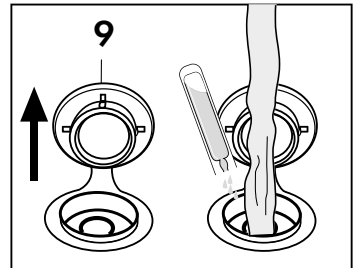

Fig. 20
- Versare un flacone da 10 ml nella caldaia (con 0,5 l di acqua, togliendo il tappo (9. (**Fig. 20**) e procedere con il normale funzionamento.